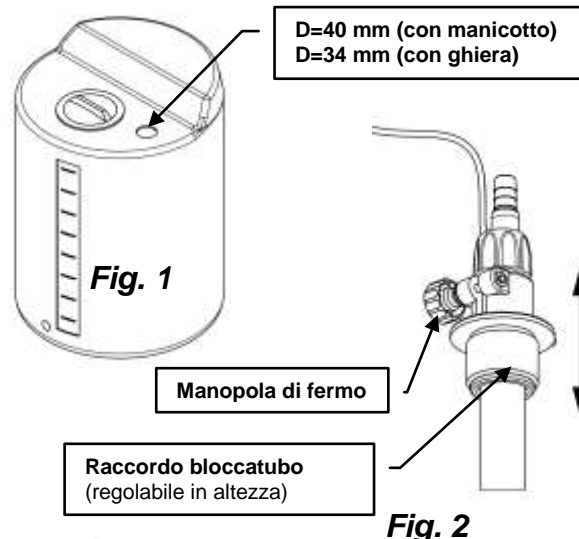

Fig. 3
- Nel montaggio con il manicotto, dopo aver inserito la lancia nel foro, esercitare una leggera pressione verso il basso fino alla battuta della lancia sul serbatoio (fig. 3).